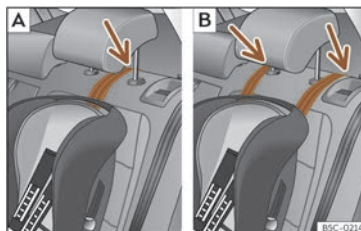
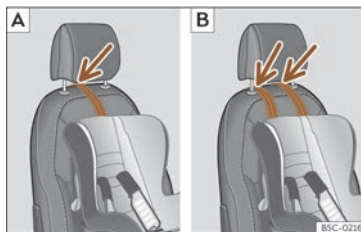

Fig. 55 Banquette arrière : réglage et montage en fonction de la ceinture Top Tether.
Fig. 56 Siège du passager avant : réglage et montage en fonction de la ceinture Top Tether.
- Placez la sangle sous l'appui-tête (en fonction des instructions du siège, relevez ou retirez l'appui-tête si nécessaire) >>> **fig. 55** , >>> **fig. 56**.